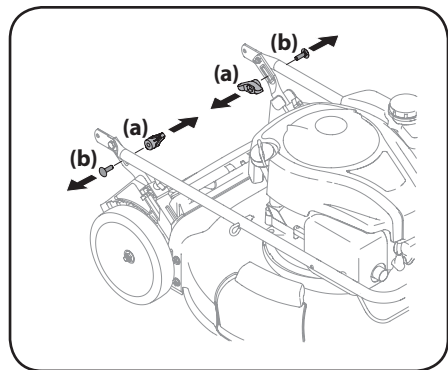

Figure 2-1
2. Retirez les écrous papillon (a) et les boulons de carrosserie (b) de la poignée. Voir Figure 2-1. Ne desserrez pas et ne retirez pas les autres boulons qui se trouvent à proximité.